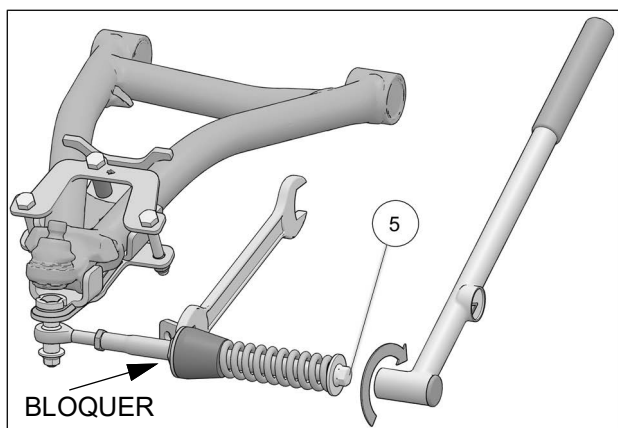

Fig. 22
12. Vérifier que le boulon du ressort (5) est serré au couple recommandé: 75 Nm [55 lb•pi]. Assurez-vous de bloquer en position, l'écrou devant l'amortisseur en caoutchouc. Voir Fig. 22